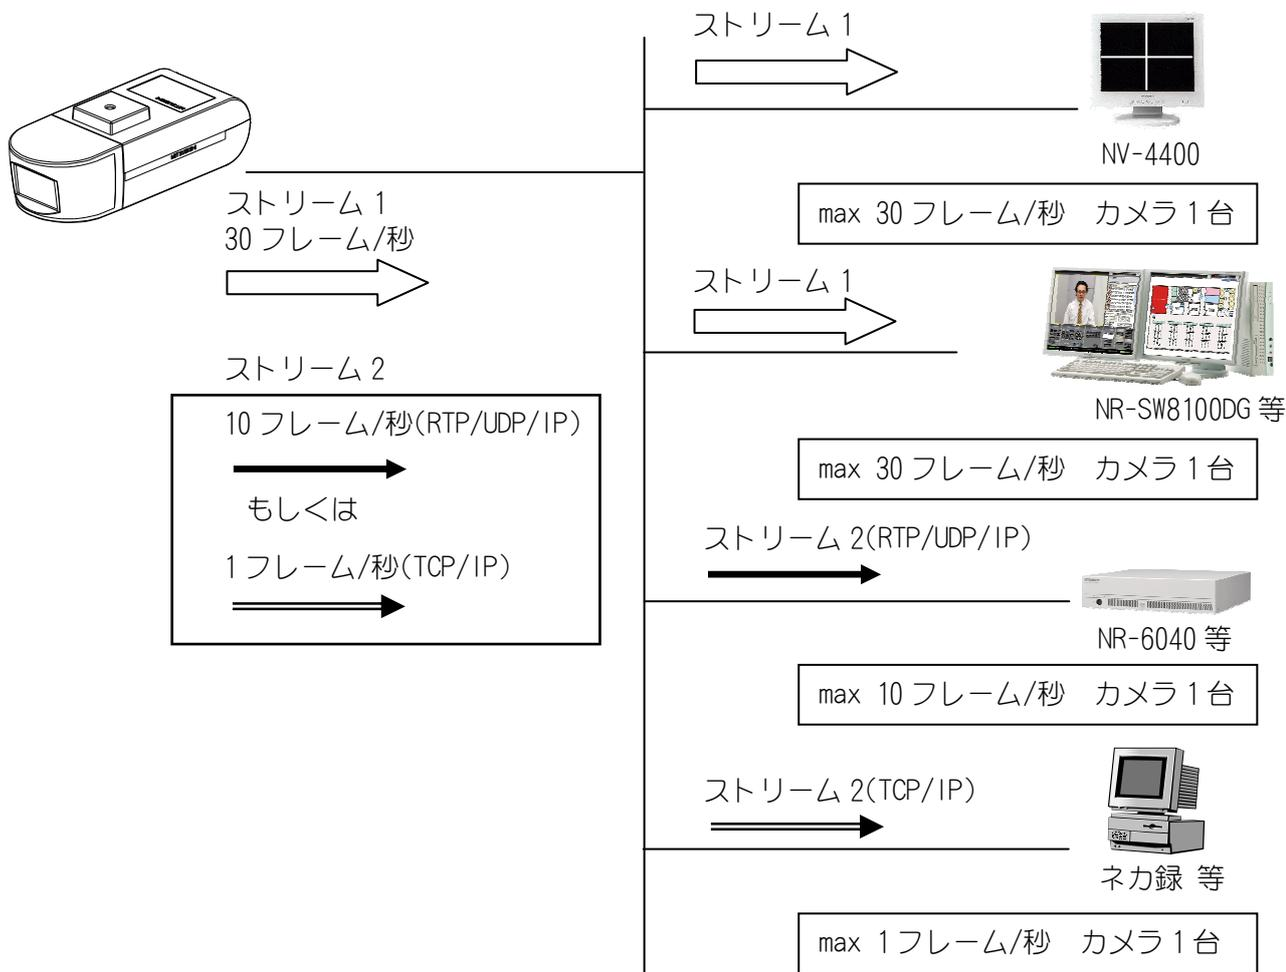

図 14-2 2ストリーム配信
(1) 本機は同時にストリーム1、およびストリーム2の2ストリームの映像配信を行うことができます。それぞれユニキャスト（TCP/IP プロトコル）またはマルチキャスト（RTP/UDP/IP プロトコル）による映像配信となります。このとき、ストリーム1の最大フレームレートは RTP/UDP/IP 配信時 30 フレーム/秒、ストリーム2の最大フレームレートは RTP/DP/IP 配信時は 10 フレーム/秒、TCP/IP 配信時は 1 フレーム/秒になります。概要図を図 14-2に示します。